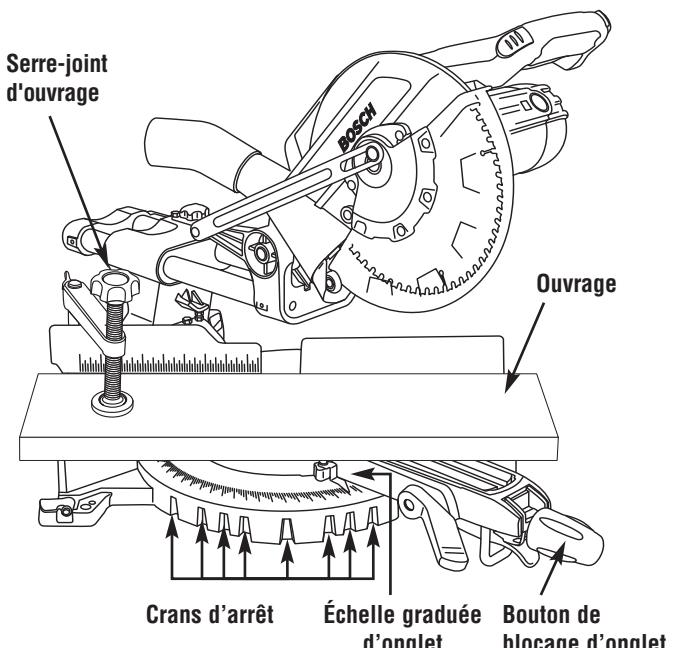

Figure 28. Coupe à l'onglet
- Desserrez le bouton de blocage d'onglet. Soulevez la gâchette du cran d'arrêt d'onglet et déplacez la scie à l'angle désiré, en utilisant soit les crans d'arrêt soit l'échelle graduée d'onglet. Serrez le bouton de blocage d'onglet (Figure 28).